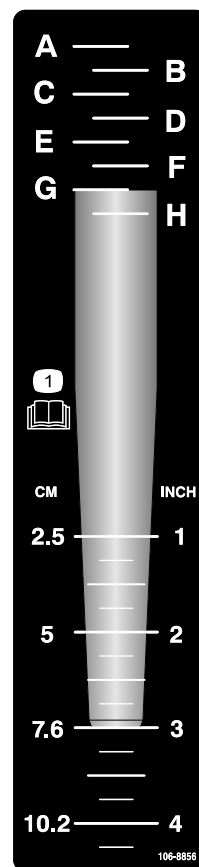

Рисунок 23
1. Положите нужный зуб на наклейку глубины при выравнивании конца зуба на нужную глубину азрации, как показано на Рисунок 23.
- Определите настройку, обозначенную буквой и соответствующую выравниванию по монтажному концу зуба (**Рисунок 23**). Настройте устройство регулировки глубины по соответствующей букве на наклейке.